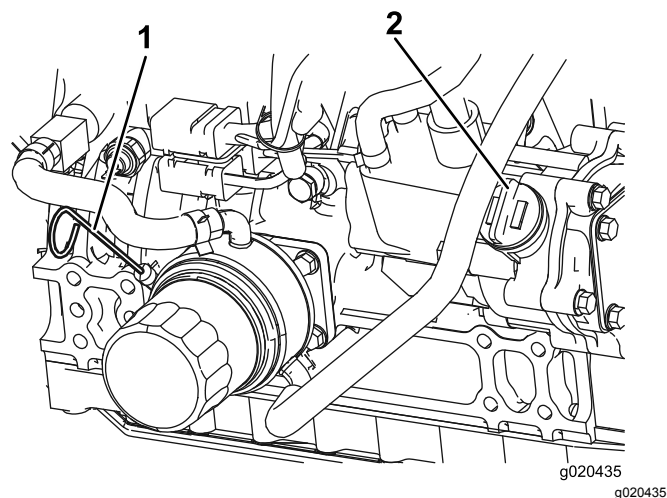

Figure 55
Le niveau d'huile doit se situer dans la plage de sécurité (Figure 55).
4. Si le niveau d'huile ne se situe pas dans la plage de sécurité, enlevez le bouchon de remplissage (Figure 55) et faites l'appoint jusqu'à ce que le niveau correct soit atteint.